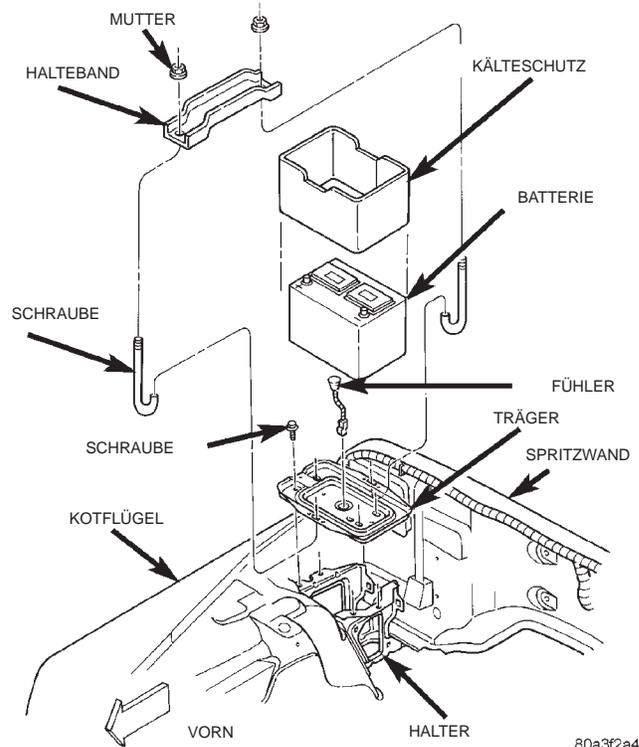
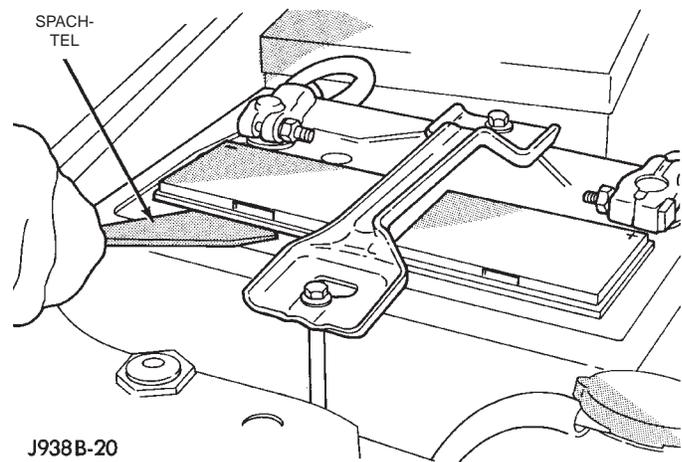

Abb. 17 Befestigung der Batterie
Abb. 18 Zellenabdeckungen abhebeln—Typisch
(4) Batterie-Halteband abbauen (Abb. 17) und Batterie vom Batterieträger abnehmen.
(5) Batterieträger und Halterungen auf Korrosion oder Beschädigungen überprüfen. Korrodierte Stellen mit einer Drahtbürste und einer Lösung aus warmem Wasser und Natriumbikarbonat reinigen. Blanke Metallstellen lackieren und beschädigte Bauteile austauschen.
(6) Kälteschutz vom Batteriegehäuse abnehmen. Batteriegehäuse auf Risse oder andere Beschädigungen überprüfen, die zum Austreten von Batteriesäure führen können. Außerdem überprüfen, ob die Batteriepole locker sind. Eine Batterie mit beschädigtem Gehäuse oder lockeren Polen muß ausgetauscht werden.
(7) Elektrolytstand in der Batterie prüfen. Mit einem Spachtel oder einem ähnlichen geeigneten Werkzeug mit flacher Klinge die Zellenabdeckungen abhebeln (Abb. 18). Hierzu keinen Schraubendreher verwenden. Nach Bedarf so viel destilliertes Wasser in die einzelnen Batteriezellen einfüllen, bis der Flüssigkeitsstand die Unterkante der Entgasungsöffnung erreicht. **KEINESFALLS ZU VIEL DESTILLIERTES WASSER EINFÜLLEN.**